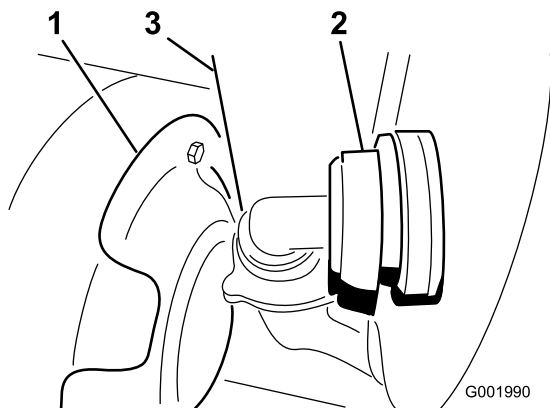

Figura 54
3. Desconecte la manguera situada en la cara delantera inferior del depósito (Figura 54).
**Nota:** Es posible que usted tenga que empujar hacia atrás el protector térmico (Figura 54) mientras retira la cubierta.
7. Conecte la manguera a la parte delantera del depósito (Figura 54).